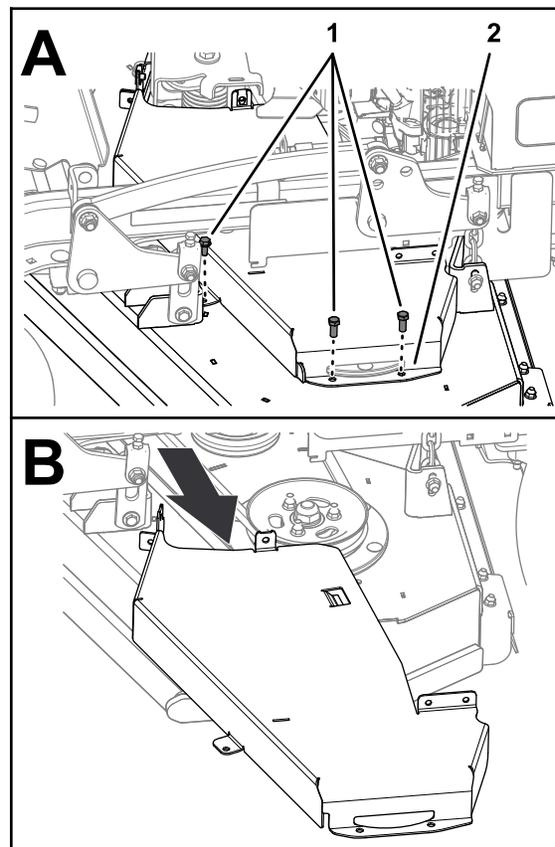

Figura 37
4. Rimuovete i 3 bulloni che fissano il copricinghia sinistro al piatto e rimuovete la protezione (Figura 37).